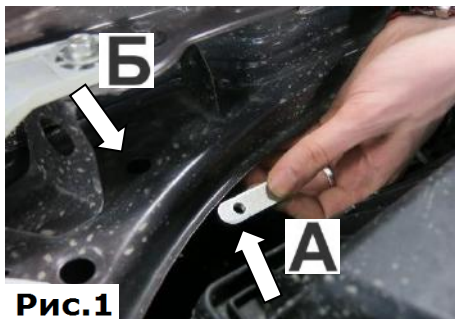

Рис.1
1. Завести закладную гайку (А) под отверстие в кузове (Б), (Рис.1).